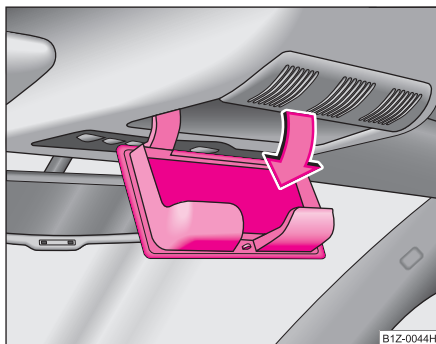

Fig. 104 Detalle del revestimiento interior del techo: Compartimento guardagafas
- Presione la tapa del compartimento guardagafas; éste se abrirá hacia abajo ⇒ fig. 104.